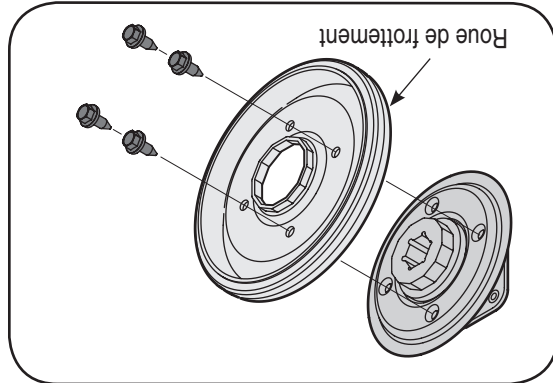

Figure 33
- Enlevez les quatre vis de l'ensemble de la roue de frottement et retirez le caoutchouc de la roue de frottement. Voir la Figure 33. Jetez le vieux caoutchouc.